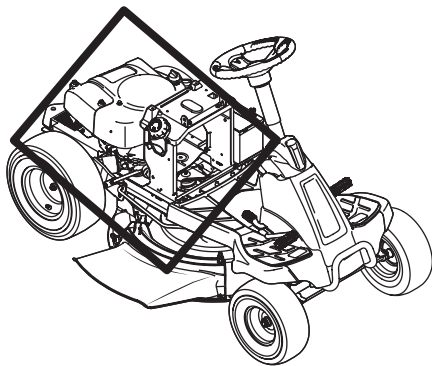

Figure 21
- Nettoyez le dessous du capot et le collecteur d'échappement, le pourtour des fusibles, le câblage électrique ainsi que les faisceaux, le tuyau et le pare-chaud du silencieux, les grilles d'entrée d'air du moteur et les ailettes de refroidissement, entre autres. Voir la Figure 21.